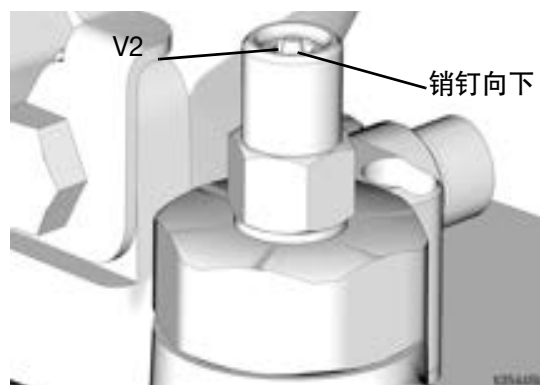

图 14
1. 拔出并长时间握住加注阀泄压旋钮 (FF), 释放加注阀 (EE) 和自动加注截止阀 (V) 之间的管路压力。
2. 检查自动加注关闭销钉 (V2) 向下, 指示其重置 (图 14)。